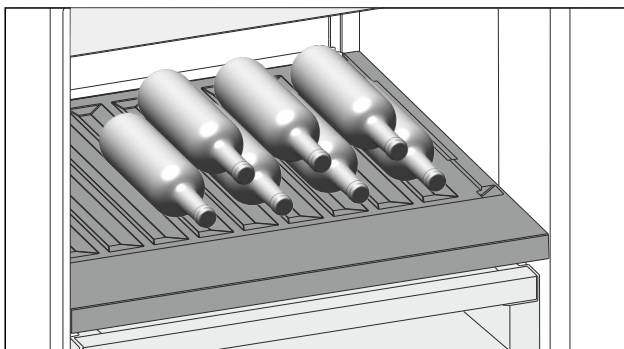

Fig. 171 Beispielhafte Darstellung
- Flaschen mit dem Boden nach hinten zur Rückwand einlegen. (siehe Fig. 171)